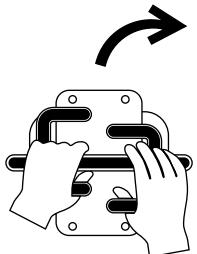

Bild 12
- Bewegen Sie den linken Fahrantriebshebel nach vorne, um nach rechts zu fahren (Bild 12).